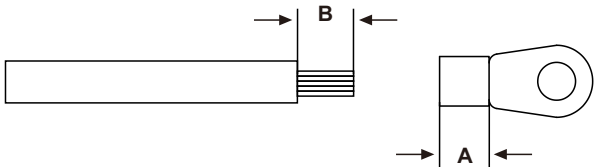

图5.7 剥线长度
- 3. 利用剥线钳将接地线缆的绝缘层剥去适合的长度（如图5.7）。